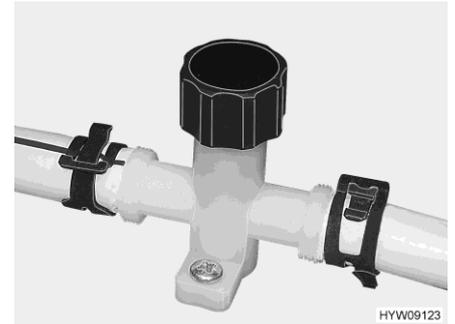

Fig. 167 Llave de desagüe (tubería de agua)
- Cerrar las llaves de desagüe. Para ello, girar el capuchón de la llave de desagüe (Fig. 167) en sentido de las agujas del reloj.